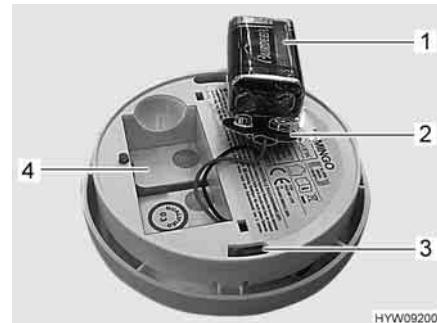
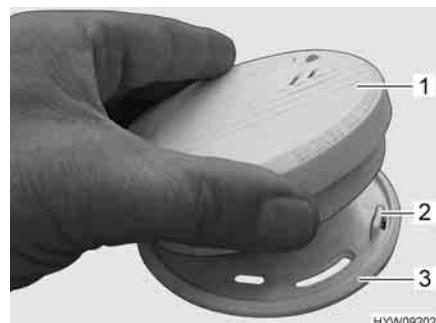

Fig. 129 Batteria del rivelatore di fumo
Fig. 130 Montaggio del rivelatore di fumo
- Estrarre la batteria e scollarla dal suo fermaglio (Fig. 129,2).
- Collegare la batteria nuova (Fig. 129,1) al suo fermaglio (Fig. 129,2), assicurandosi che i poli della batteria si innestino nel fermaglio.
- Inserire la batteria nel suo scomparto (Fig. 129,4).
- Posizionare il rivelatore di fumo (Fig. 130,1) sul supporto (Fig. 130,3). I naselli di ritegno (Fig. 130,2) devono innestarsi nelle aperture (Fig. 129,3) del rivelatore di fumo.